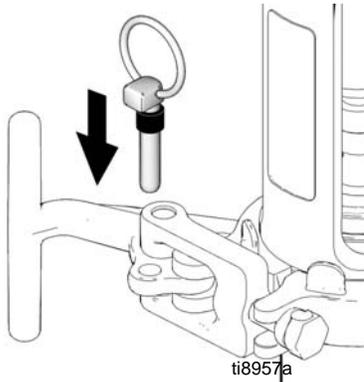

FIG. 23
4. (Fig. 23) Mettre la goupille.